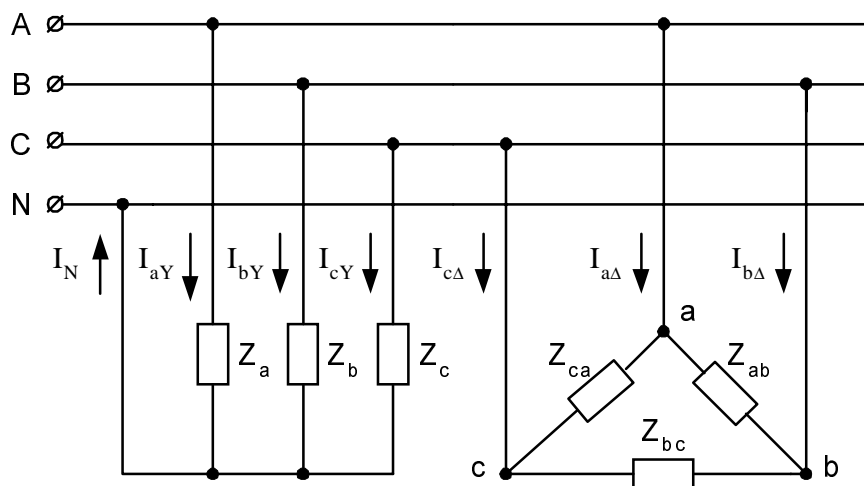

Fig. 3.1. Le schéma de principe de la connexion des consommateurs au circuit triphasé
A un réseau triphasé à quatre fils du courant alternatif sont branchées les récepteurs selon le schéma fig. 3.1. Les valeurs de la tension composée du réseau U_l et les paramètres des récepteurs sont amenées dans le tab. 3.1 (les capacitances sont indiquées avec le signe "-").
9. À la rupture du fil linéaire B-B (fig. 3.1): tracer le schéma équivalent des récepteurs branchés en triangle. Définir les courants dans les phases des récepteurs et dans les fils linéaires. Construire le diagramme vectoriel pour ce cas.